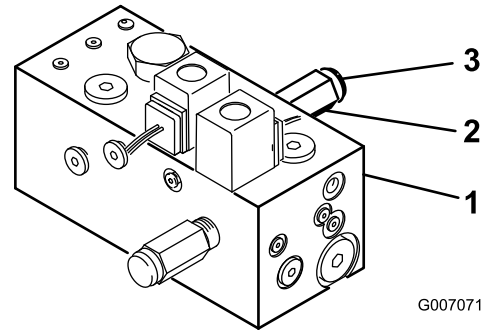

Figure 10
1. Entfernen Sie hinten am Verteiler die Kappe mit einem Schraubenschlüssel vom Sicherheitsventil (Figure 10).